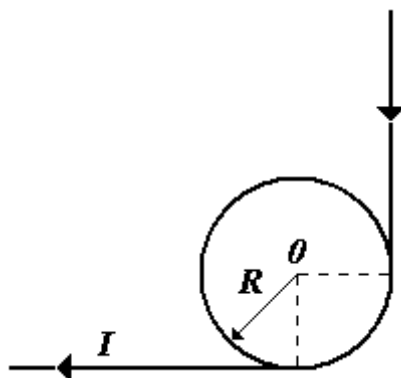

Рис.15
8. Электрический ток I протекает по бесконечному проводу, изогнутому как показано на рис.15. Определите индукцию магнитного поля $\vec{B}$ в центре окружности O (её радиус R).